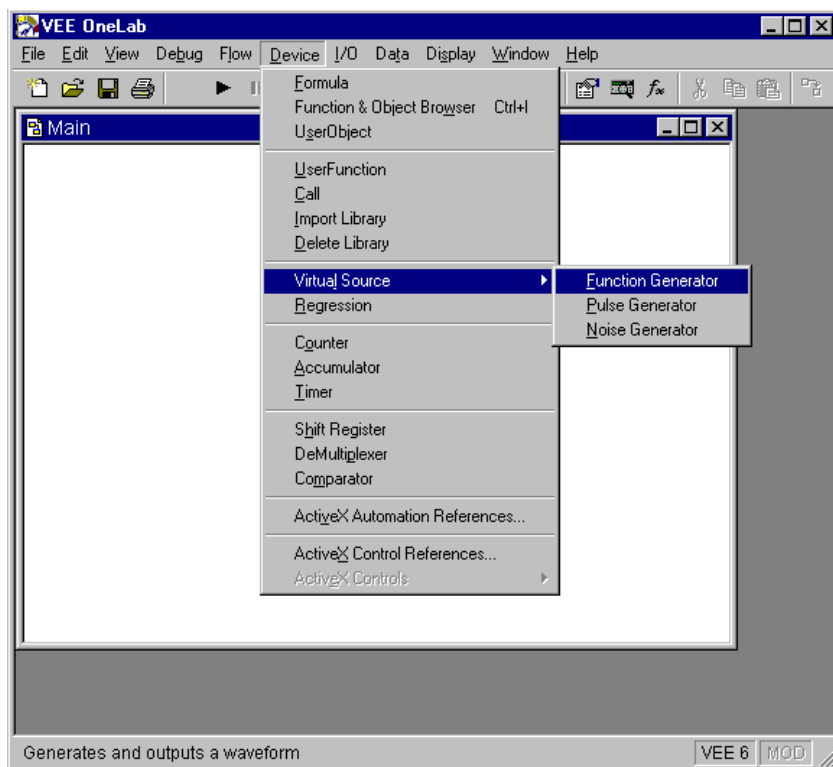

図 1-5. 作業領域へのオブジェクトの追加
1. たとえば、Function Generator オブジェクトを作業領域に追加するには、図 1-5 のように、メニュー・バーから [Device] ⇒ [Virtual Source] ⇒ [Function Generator] を選択します。